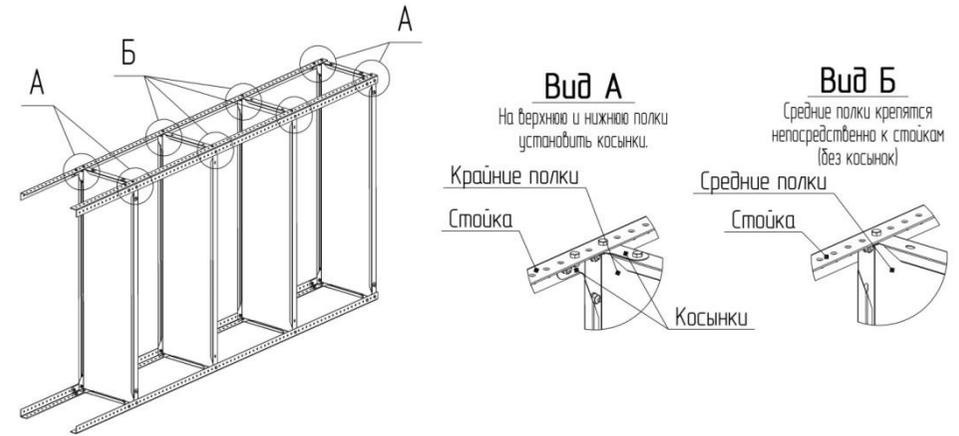

Рис. 3
2. Сверху на полки установить еще две стойки. Также, без усилия закрепить («наживить») болт-шайба-гайка верхнюю и нижнюю полки через косынки (см. Рис. 3, Вид А).
Остальные полки крепятся непосредственно к стойкам (см. Рис. 3, Вид Б).